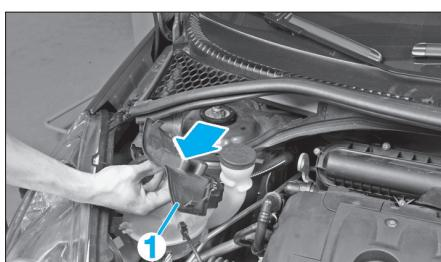

Fig. 1
- Dans le compartiment moteur, déposer la trappe d'accès (1) (Fig.1).
- Déclipper le volet d'accès au filtre (2) (Fig.1).